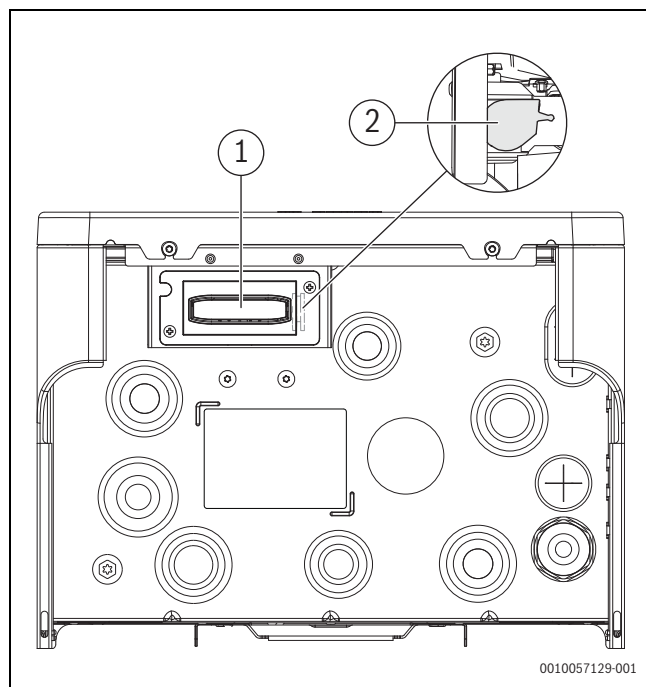

Bild 14 Connect-Key platzieren
1. Hebel ausklappen (→[2], Abbildung 14).
2. Modul in den Halter einsetzen (→[1], Abbildung 14).